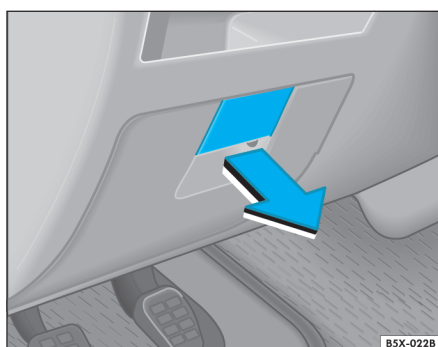

Fig. 122 Lado izquierdo del cuadro de instrumentos: caja de fusibles
– Retire la tapa de la caja de fusibles ⇒ página 167, “Caja de fusibles en el cuadro de instrumentos”. ⇒ página 167, fig. 122.
La caja de fusibles en el cuadro de instrumentos está ubicada detrás de una cubierta ⇒ fig. 122.
- Retire la cubierta, con cuidado, tirándola en el sentido de la flecha ⇒ fig. 122.